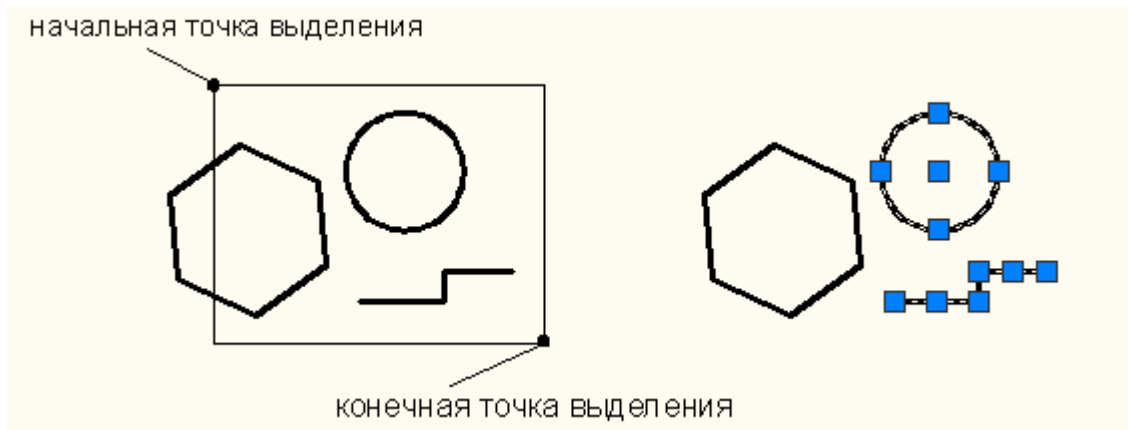

Рис.6.1 Пример выделение объектов методом Рамка.
- если растянуть рамку слева направо, она приобретет голубой цвет, будут выбраны объекты, оказавшиеся *полностью* внутри рамки, т.е. будет действовать опция **р** (рис.6.1);